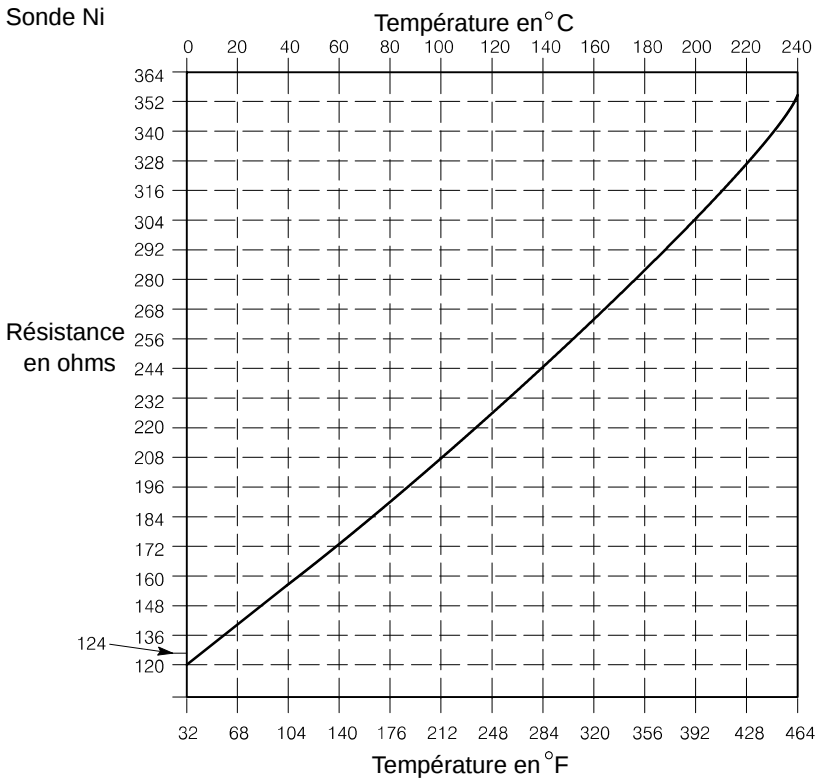

Fig. 16: Résistance d'une sonde en fonction de la température
5. Voir la figure 16 pour déterminer la résistance que devrait avoir la sonde à la température connue. Comparer les valeurs escomptée et mesurée :